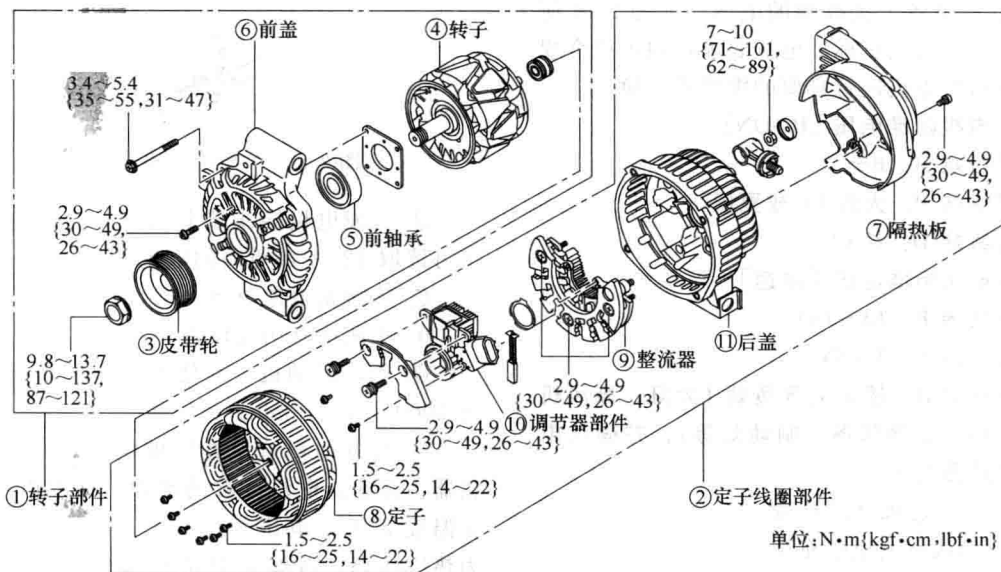

图 2-15 发电机零部件
- ① 按照图 2-15 所示数字顺序进行拆卸。
- ② 按照与拆分相反的顺序进行组装。